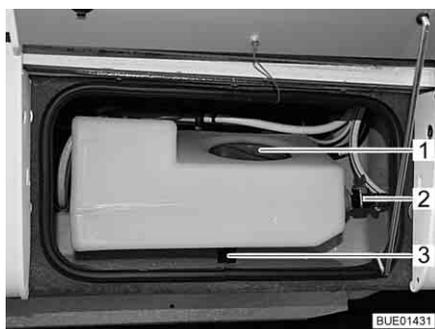
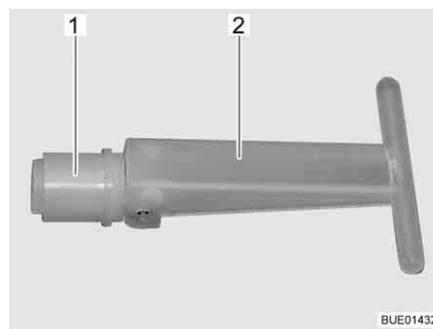

Bild 197 Zusatz-Wassertank
Bild 198 Verschluss-Stopfen
Wenn das Entleerventil (Bild 197,2) offen ist, ist die Füllmenge des Zusatz-Wassertanks auf ca. 30 l begrenzt; überschüssiges Wasser läuft ab. Wenn das Entleerventil geschlossen ist, steht das gesamte Tankvolumen zur Verfügung.
Wenn der Verschluss-Stopfen (Bild 198,1) im Inneren des Zusatz-Wassertanks gezogen wird, fließt das Wasser über den Ablauf (Bild 197,3) ab. Der Verschluss-Stopfen ist durch die Serviceöffnung (Bild 197,1) erreichbar.
- Sicherstellen, dass der Verschluss-Stopfen (Bild 198,1) im Zusatz-Wassertank geschlossen ist (Handgriff (Bild 198,2) ist umgeklappt).
- Sicherstellen, dass das Entleerventil (Bild 197,2) geschlossen ist.
- Serviceöffnung (Bild 197,1) im Zusatz-Wassertank öffnen.
- Durch die Serviceöffnung den Handgriff (Bild 198,2) des Verschluss-Stopfens (Bild 198,1) senkrecht stellen und den Verschluss-Stopfen herausziehen
- Entleerventil (Bild 197,2) am Zusatz-Wassertank öffnen.